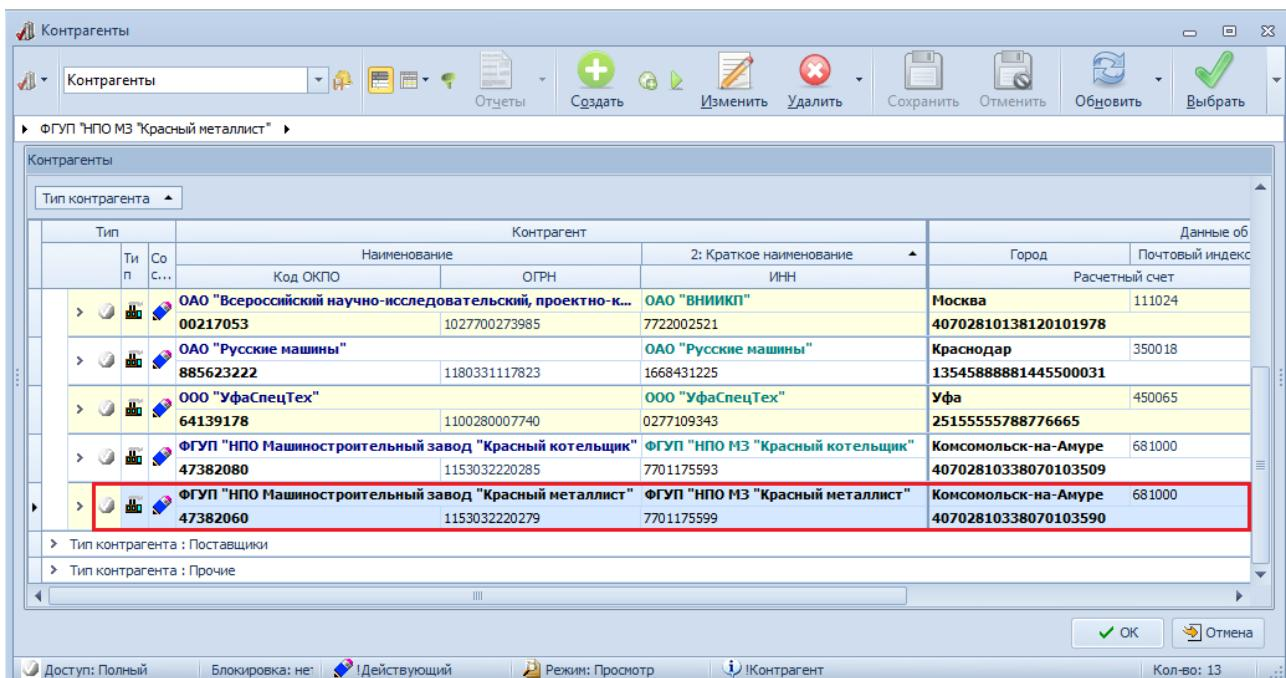

Рисунок 57. Пример выбора контрагента в окне справочника
- 3.4 Заполнить поле «**Заказчик**». Для этого в правой части поля нажать кнопку **Выбор «...»**. В открывшемся окне справочника «**Контрагенты**» в списке выбрать нужную строку и выделить её щелчком левой кнопки мыши (рис. 57).